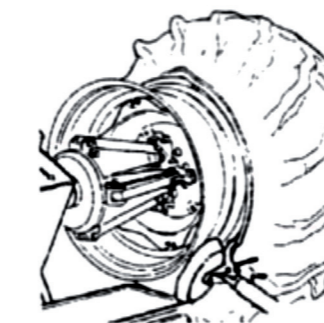

Рис. 17.
10. Визуально проверьте, в верном ли положении находится колесо. При необходимости отрегулируйте его положение. Вращайте вал против часовой стрелки до тех пор, пока зажим не окажется в нижней позиции и обод не встанет на первую сторону. Снимите зажим (рис. 17) и выньте снимающий рычаг из-под шины.